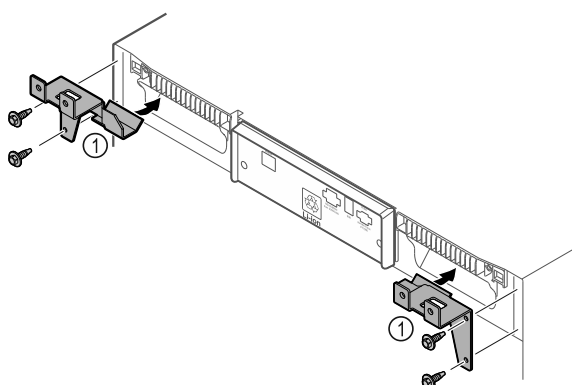

Fig. 11
- Montera fästdelarna Fig. 11 (1) på apparaten med självgängande skruvar.